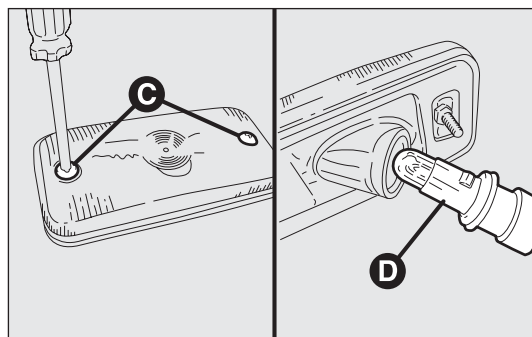

fig. 204
- dévisser les deux vis de fixation C-fig. 204 et déposer le feu;